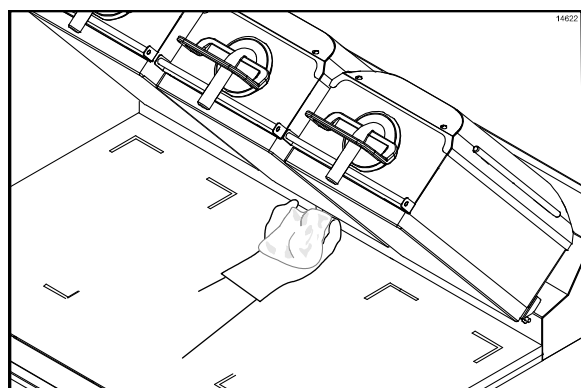

Figura 66
38. Limpe as áreas próximas, como a coifa, o canto arredondado e protetor contra respingos com um pano limpo umedecido com sanitizante. (Veja a Figura 66.)